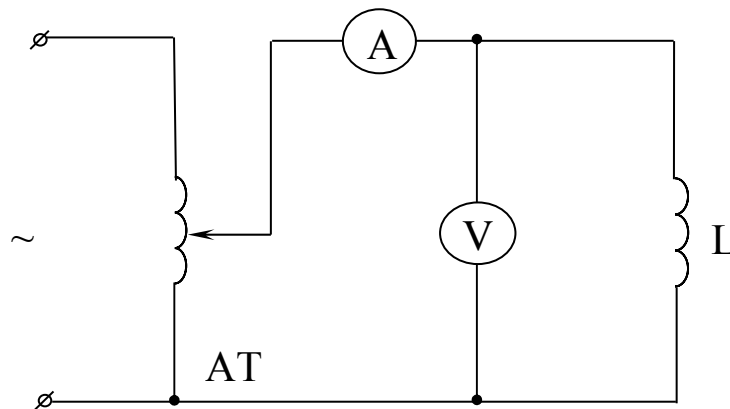

Рисунок 5.4 – Схема для определения индуктивного сопротивления катушки
- 1.2. Собрать схему (рисунок 5.4) для определения параметров  $X_{L1}$  и  $X_{L2}$  катушек.